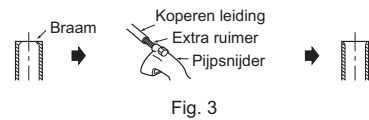

Fig. 3
- Wanneer u de afvoerslang aansluit op de PVC-pijp, moet u de slang goed in de pijp plaatsen. (Fig. 3)
- 4) Breng de afvoerdop aan op de plaats achterop de binnenunit waar de afvoerslang bevestigd was. (Fig. 3)
- 2) Verwijder alle bramen van het gedeelte waar de leiding is afgesneden. (Fig. 3)